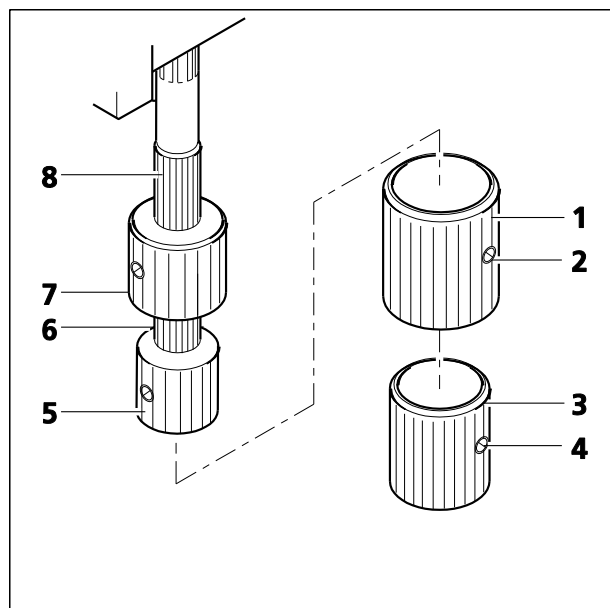

Fig. 65 Réglage de l'entraînement ergonomique
- Desserrer d'abord les deux vis de serrage (Fig. 65/4) sur la douille supplémentaire inférieure (Fig. 65/3) et retirer cette dernière vers le bas, puis desserrer les deux vis de serrage (Fig. 65/2) sur la douille supplémentaire supérieure (Fig. 65/1) et la tirer également vers le bas.
(1) Réglage de l'axe X
- Si nécessaire, retirer les douilles supplémentaires (Fig. 65/1 et 3) des boutons de commande. Pour cela, desserrer les vis de serrage.
- Pousser le bouton de commande x (Fig. 65/5) vers le bas et le bouton de commande y (Fig. 65/7) vers le haut.
- Maintenir le bouton de commande x (Fig. 65/5) et tourner l'anneau moleté (Fig. 65/6) placé au-dessus de celui-ci dans le sens des aiguilles d'une montre (action facile) ou dans le sens inverse des aiguilles d'une montre (action lente) jusqu'à ce que le couple désiré soit atteint.
(2) Réglage de l'axe Y
- Maintenir le bouton de commande y (Fig. 65/7) et tourner la douille moletée (Fig. 65/8) au-dessus de celui-ci dans le sens des aiguilles d'une montre (action lente) ou dans le sens inverse des aiguilles d'une montre (action facile) jusqu'à ce que le couple désiré soit atteint.